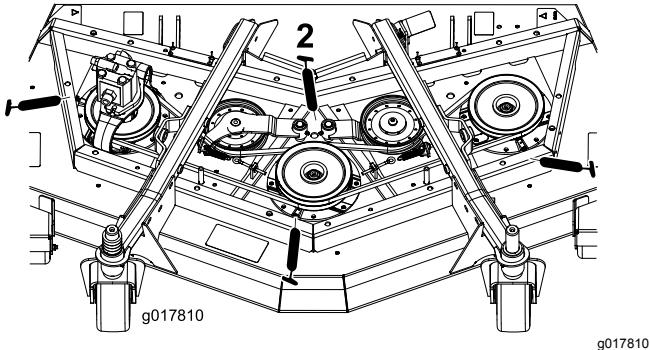

Рисунок 80
- Подшипники валов шпинделей (3 шт.), расположенные под шкивом (Рисунок 80)
- Втулки осей поворота рычагов натяжных роликов (2 шт.) (Рисунок 80)